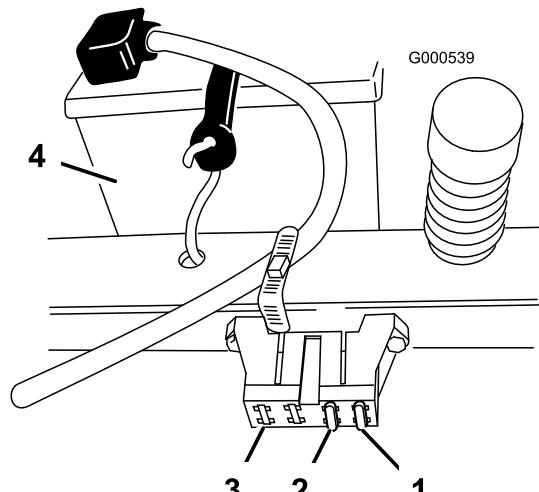

Figura 35
1. Alzate il sedile per accedere al portafusibili (Figura 35).
2. Per sostituire un fusibile, tiratelo (Figura 35) ed estraetelo dall'attacco.